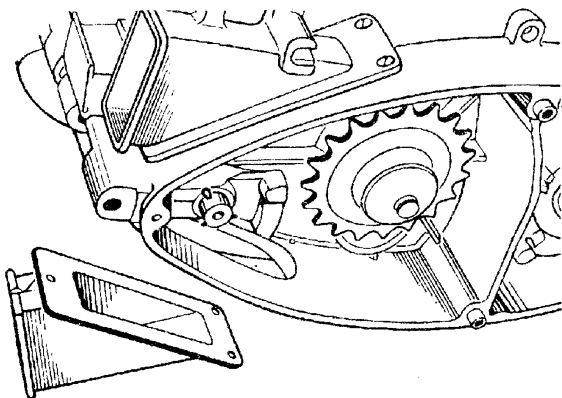

Рис. 3.29. Двигатель Юпитер с патрубком, снятым для отвертывания винта крепления половин картера
- отсоединить от картера двигателя нижний патрубок чехла колесной цепи в соответствии с рис. 3.29;